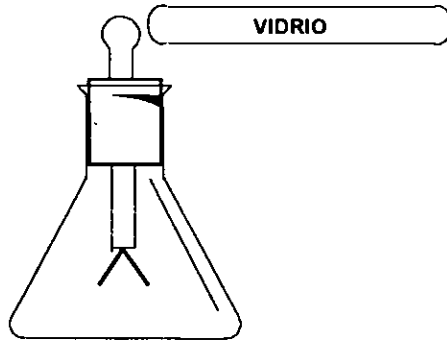

FIGURA 7
- a) Frote un paño de lana y una barra de vidrio, toque con la barra de vidrio el electroscopio de láminas, figura 7.